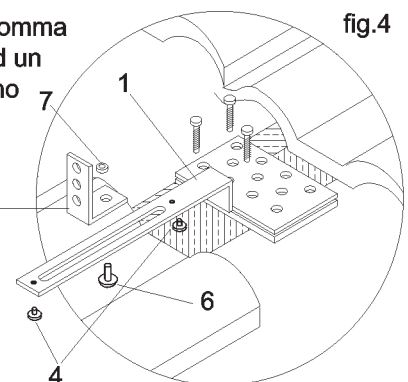

fig.4
3. Montaggio della staffa superiore fig. 4: